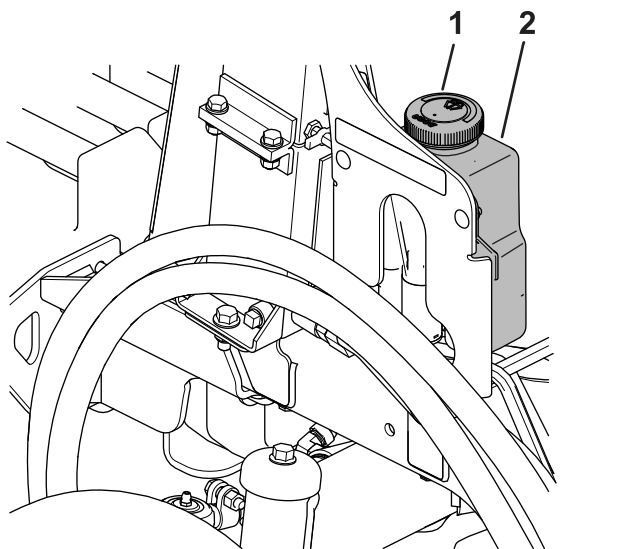

Figura 85
1. Togliete il tappo (Figura 85) dal serbatoio.